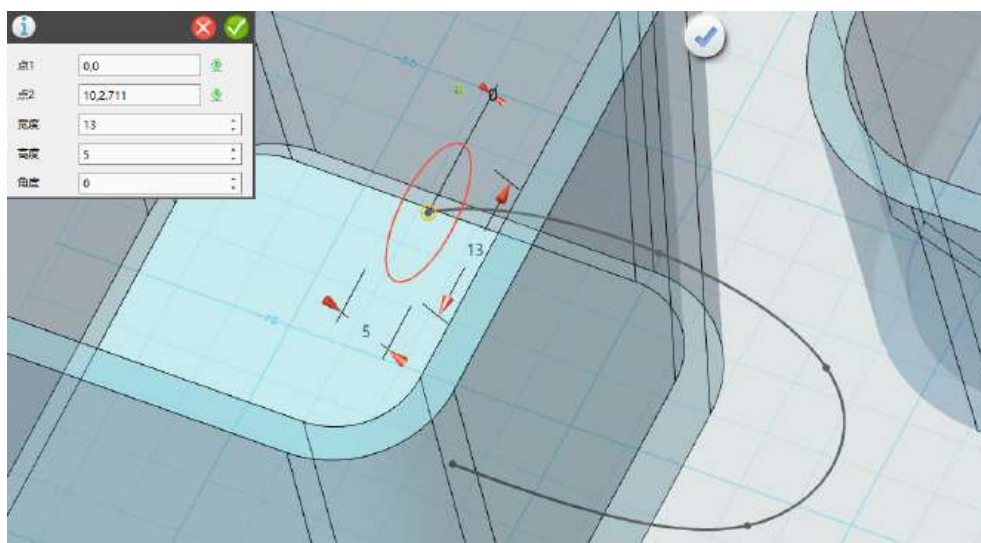

图 2-4
Step 4 选择椭圆命令，绘制平面选择弧线的一端，在下图 2-4 所示的尺寸和位置绘制椭圆。